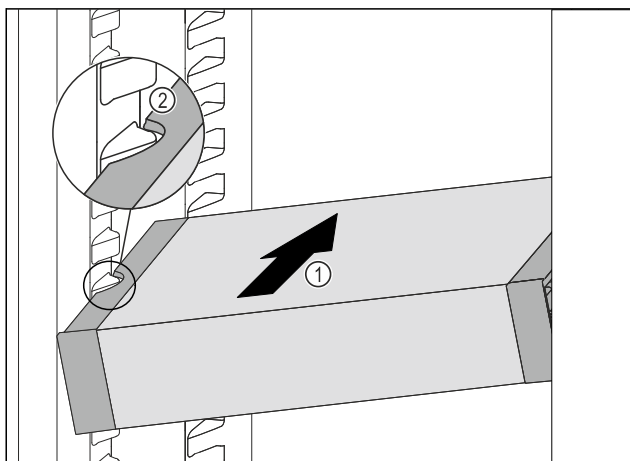

Fig. 86
- Zasuňte VarioSafe do chladničky pod úhlem tak Fig. 86 (1), aby vybrání na bocích Fig. 86 (2) VarioSafe byla na úrovni žebrování na nádoby v chladniče.